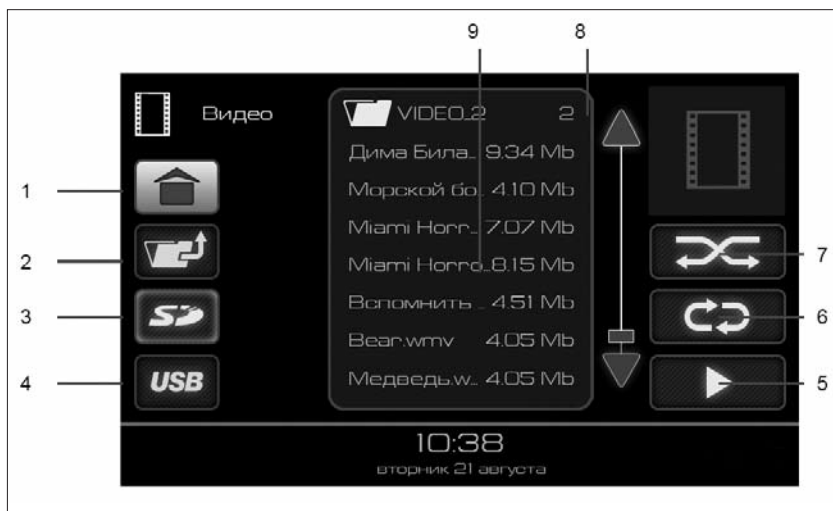
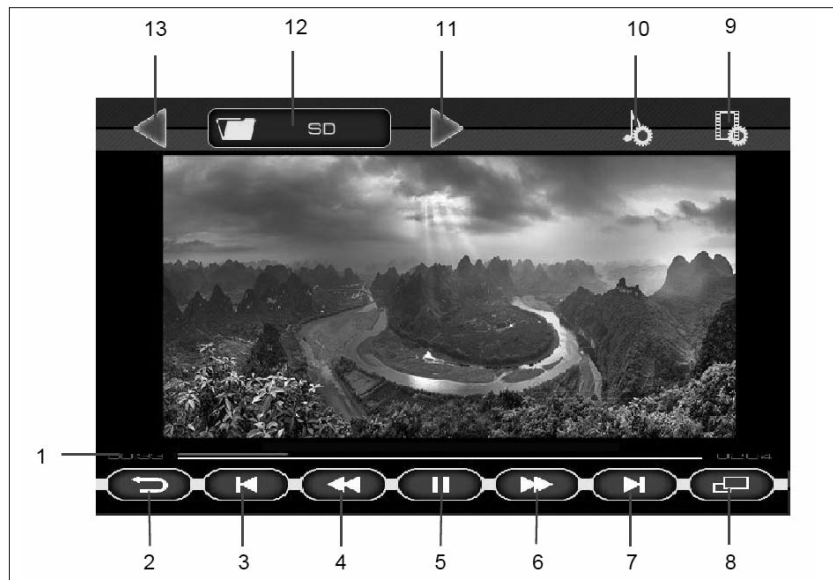

Рис. 6. Окно режима «ВИДЕО»
Рис. 7. Окно проигрывания видеофайлов
Доступные для воспроизведения видеофайлы и папки отображаются в списке (9), рис. 7. Двойное нажатие на изображение папки  отобразит список видеофайлов в этой папке. Для выхода из папки нужно нажать кнопку 2 (рис. 6).
режима повторного воспроизведения выбранного файла (кнопка 6, рис. 6);
- либо нажатие на кнопку воспроизведения файлов (кнопка 6, рис. 6) позволяет воспроизвести все видеофайлы, находящиеся в списке (9) на рис. 6;
- либо выбор папки одиночным нажатием на изображение папки  в списке (9) рис. 6, а затем нажатие кнопки воспроизведения файлов (кнопка 5, рис. 6) позволяет воспроизвести все видеофайлы, находящиеся в выбранной папке и ее подпапках.
Для включения полноэкранного режима воспроизведения нажать кнопку **8** (рис. 7) или на изображении.
Если при воспроизведении видеофайла нажать на кнопку **|| (5)** (рис. 7), а затем нажать на кнопку возврата (кнопка **2**, рис. 7), то произойдет переход в главное меню и в кнопке **«Видео»** (рис. 2) появится индикатор паузы. Этот режим позволяет вернуться к воспроизведению видеофайла с того места, где была поставлена пауза.